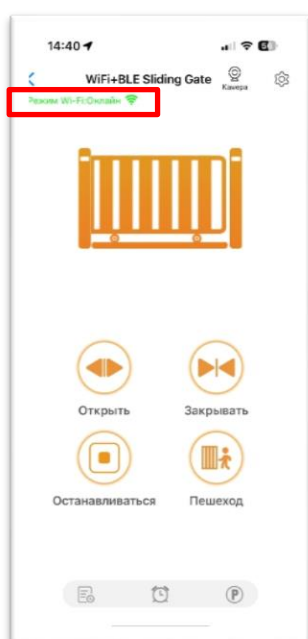

Рис. 6
- ★ После успешного подключения устройства к сети Wi-Fi оно поддерживает удаленное управление и настройку через мобильное приложение. (Рис. 6)